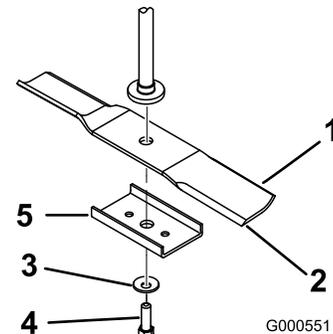

Figura 1
Nota: Se le vostre lame sono dotate di un rinforzo come illustrato in Figura 1, **non** utilizzate il rinforzo quando installate le nuove lame.
3. Tenete l'estremità della lama con un cencio o un guanto bene imbottito. Togliete il bullone della lama, la rondella curva, il rinforzo della lama (solo in alcuni modelli) e quest'ultima dall'asse del fusello (Figura 1).
Nota: Non montate il rinforzo della lama. Queste lame non richiedono la staffa di rinforzo della lama (Figura 1).